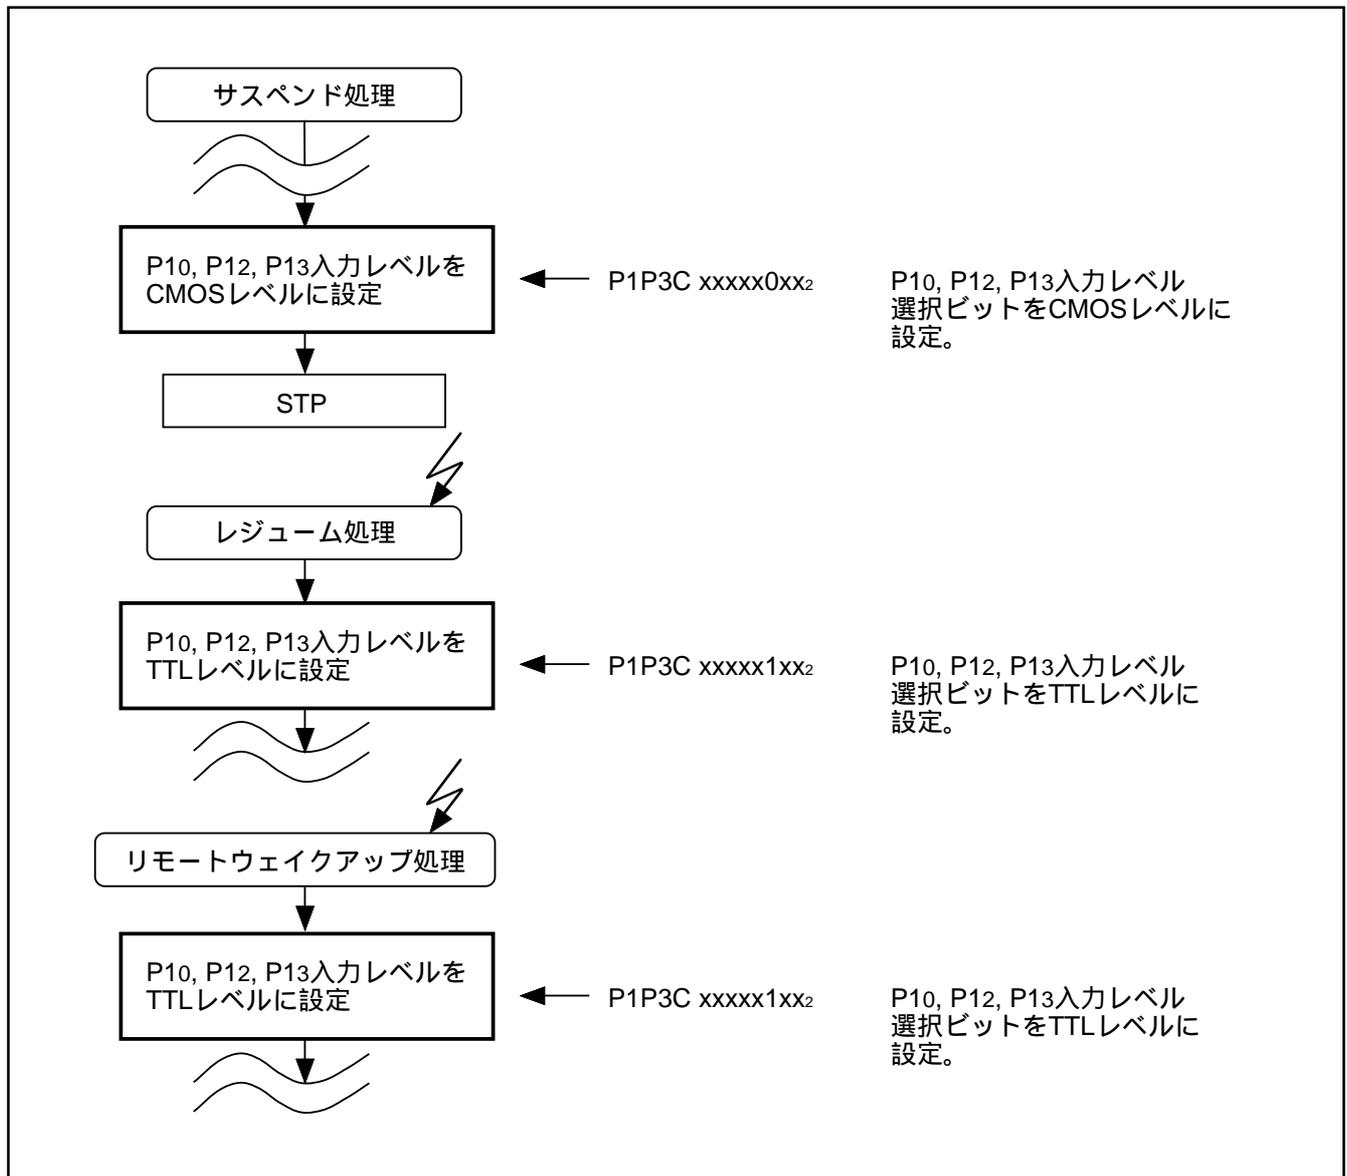

図3.3.12 回避策(2)のフローチャート
(1) P10, P12, P13入力レベルをCMOSレベルとしてご使用いただく。
(2) 図3.3.12のフローのとおり、サスペンド処理時マイコン停止の前に、P10, P12, P13ポート入力レベルをCMOSレベルに一旦変更し、RESUMEまたは外部割り込みによるリモートウェイクアップの復帰処理後にP10, P12, P13ポート入力レベルをTTLレベルに戻す。